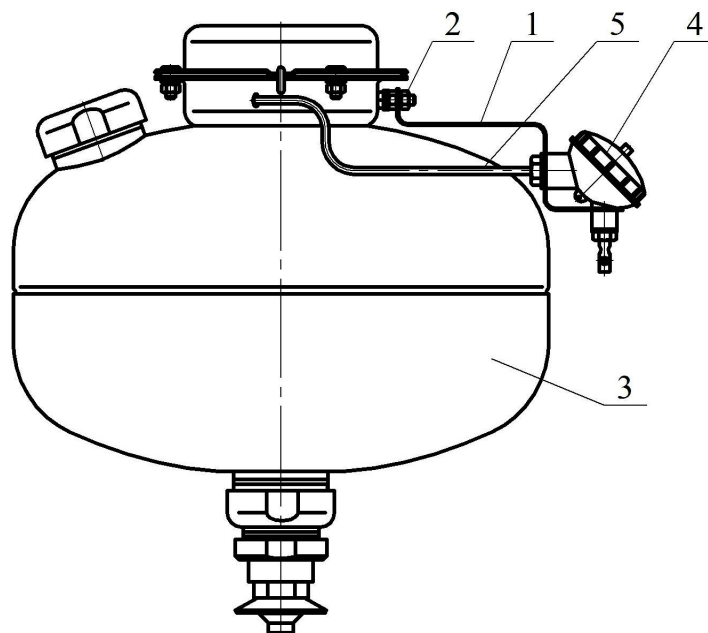

Рисунок 3
4.3.1.1 На кронштейне **1**, закрепленном гайкой **2** на фланце МУПТВ **3** (см. рисунок 3), установлен электронный узел запуска **4**. Вывода элемента электропускового **5** ИХГ, вставленные в трубку ПВХ, через гермоввод соединены с электронным узлом запуска **4**.
6.7.2 Гайкой **2** (см. рисунок 3) закрепить на корпусе МУПТВ кронштейн **1**.
6.7.3 С корпуса **1** электронного узла запуска (см. рисунок 5) открутить крышку **2** и винт **3**. Через отверстия винта **3** (см. рисунок 5) и кронштейна **1** (см. рисунок 3) в гермоввод электронного узла запуска ввести провода элемента электропускового ИХГ и, при необходимости, ШПС. Винтом **3** согласно рисунку 3 закрепить на кронштейне электронный узел запуска.